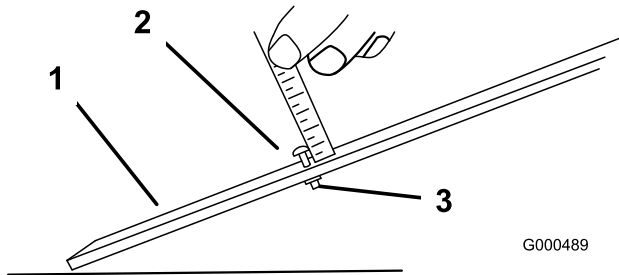

図 42
3. ゲージバー (図 42) のナットをゆるめ、調整ネジを希望の刈り高に合わせる。ネジ頭の下からバーの表面までの距離が刈り高となる。